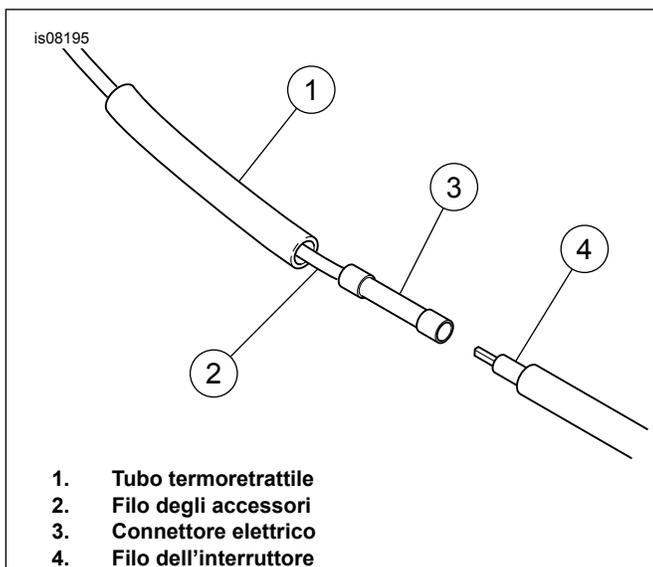

Figura 8. Connessione dei fili dell'interruttore a bilanciere con i fili degli accessori
16. Vedere Figura 8. Far scorrere il tubo termoretrattile (1) sul filo degli accessori (2) e giuntare il connettore elettrico (3) sul filo utilizzando una pinza per giuntaggio HD 38125-8.
17. Vedere Figura 8. Inserire l'estremità del filo dell'interruttore (4) nel connettore elettrico (3) e giuntare il filo sul connettore elettrico (3) utilizzando una pinza per giuntaggio HD 38125-8.
18. Vedere Figura 8. Allontanare il tubo termoretrattile (1) dalla giunzione, facendolo scorrere e, usando l'UltraTorch UT-100 (H-D 39969), la pistola termica Robinair (H-D 25070) con l'accessorio per la termoritrazione (H-D 41183) o un altro dispositivo a riscaldamento radiante, riscaldare il connettore elettrico giuntato (3). Riscaldare dal centro del giuntaggio verso ciascuna estremità, finché il sigillante a fusione non fuoriesca da entrambe le estremità del connettore. Lasciare che il connettore si raffreddi.
19. Vedere Figura 8. Posizionare il tubo termoretrattile (1) sulla giunzione, facendolo scorrere e, usando l'UltraTorch UT-100 (H-D 39969), la pistola termica Robinair (H-D 25070) con l'accessorio per la termoritrazione (H-D 41183) o un altro dispositivo a riscaldamento radiante, riscaldare il tubo termoretrattile per incapsulare il connettore elettrico. Applicare il calore dal centro del giuntaggio verso ciascuna delle estremità.